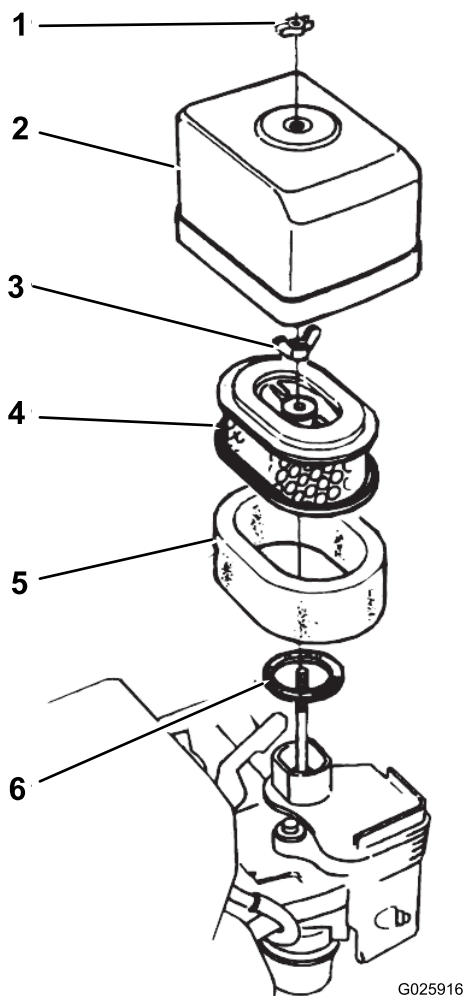

図 31
2. エアクリーナカバーをエアクリーナ本体に固定している蝶ナットを取り、カバーを外す **図 31**。
5. エアクリーナにエアクリーナのカバーを取り付ける蝶ナットを使用 **図 31**。
1. エアクリーナカバーをエアクリーナ本体に固定している蝶ナットを取り、カバーを外す **図 31**。
2. エアフィルタの蝶ナットを取り、フィルタを外す **図 31**。
3. ペーパーフィルタからponge元素を外す **図 31**。
1. ペーパー元素にスポンジ元素を取り付ける **図 31**。
2. ガasketが磨耗や破損していないか点検する **図 31**。
3. ガasketをキャブレターの吸気口に正しく取り付ける **図 31**。
4. エアフィルタの元素をキャブレターに蝶ナットで取り付ける **図 31**。
5. もう一つの蝶ナットで、エアクリーナカバーをキャブレターに取り付ける **図 31**。